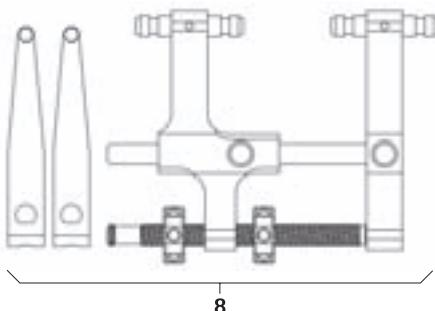

Fig. 14
- ▶ Montera distraktor 8 med distraktionsblad, se Fig. 14: